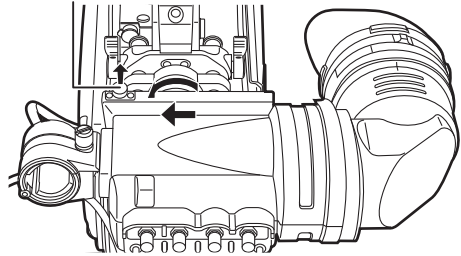

Figura 2
- 4** Mientras tira hacia arriba del tapón del visor, deslice el visor hacia la dirección de la flecha para encajarlo. (Figura 2)